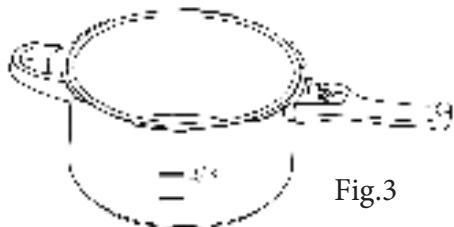

Fig.3
- Менее 1/4 высоты емкости для приготовления продуктов увеличивающихся в объеме, таких как рис, фасоль и т. д. (рис. 3).